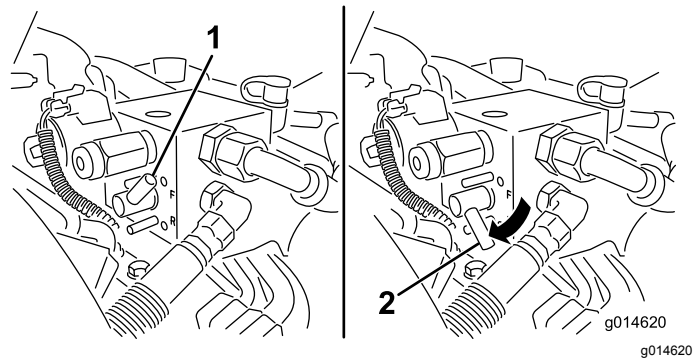

Bild 51
5. Drehen Sie den Läpphebel auf RÜCKWÄRTS (R) (Bild 51).